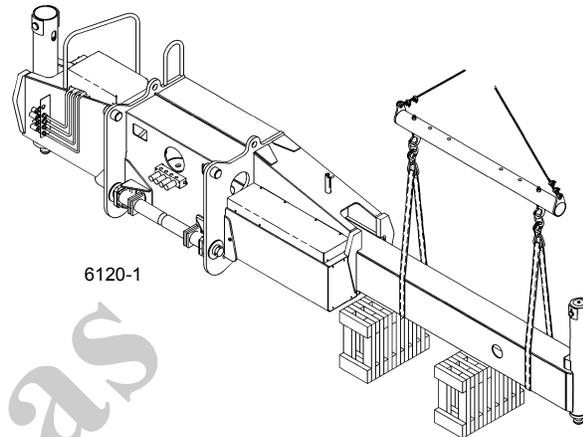

FIGURA 8-31
8. Após conectar um dispositivo de elevação adequado com cintas ou correia (Figura 8-31), em vez de correntes, para evitar machucar as bordas inferiores da viga do estabilizador, puxe a viga para fora da caixa do estabilizador. Reajuste o acessório de elevação para evitar que o cilindro de extensão deslize para fora da viga do estabilizador quando a viga sair da caixa do estabilizador.